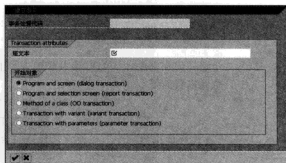

图 11-12 “建立事务”界面
STEP 2 填入事务名称并选择“”按钮，然后在对话界面上选择“报表事务”选项。同时在“建立事务”界面中填入所需条目的“事务文本”和“程序”，最后单击“”按钮将事务代码保存在开发类中，如图 11-12 所示。